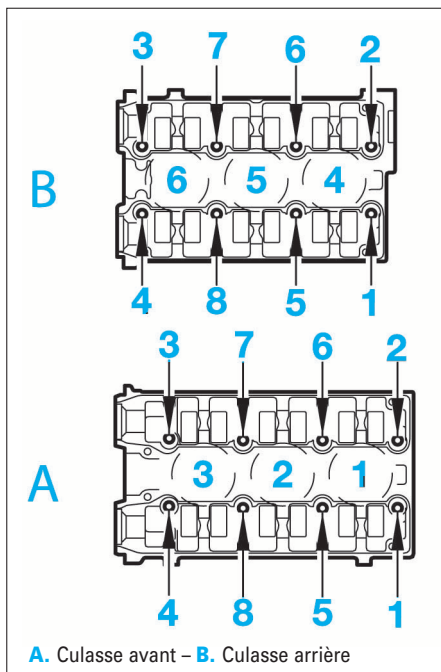

FIG. 78
- Écarter la bride (26) de la culasse.
- Déposer les vis de culasse dans l'ordre indiqué (Fig.78).